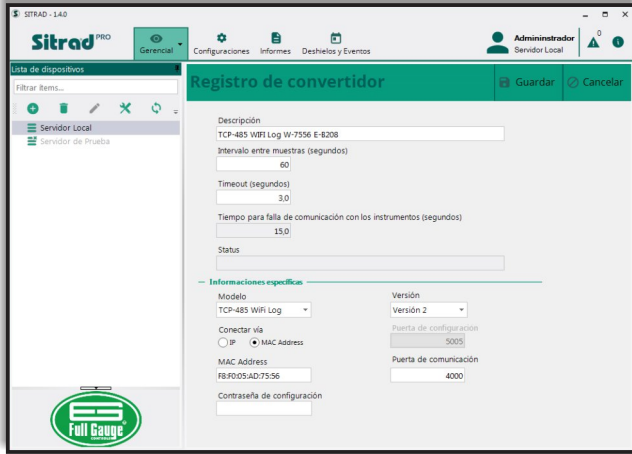

Figura 28
Paso 4: La Figura 28 exhibe la guía de **Registro de Convertidor**. Vea los datos disponibles y haga las ediciones necesarias. El Sitrad™ identifica el **TCP-485 WiFi Log** como **TCP-485 WiFi Log con Versión 2**. El campo **Conectar vía** define si el Sitrad™ reconocerá el convertidor en la red por dirección de IP o MAC. si el convertidor está configurado en modo Client con IP, dinámico, se aconseja seleccionar la opción **MAC Address**, pues el IP del dispositivo puede variar dentro de la red. Después de configurar los parámetros deseados, haga clic en el botón **Guardar**, para registrar el convertidor en el servidor.